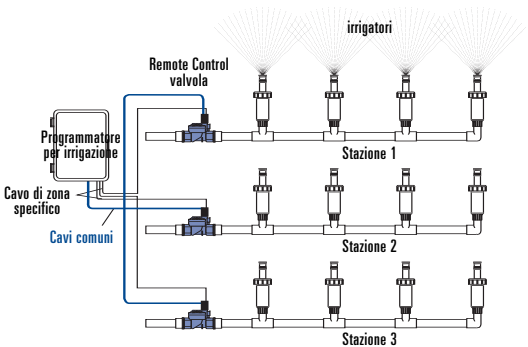

Figura 26: Collegamento dei fili dell'impianto di irrigazione alle valvole
- Collegare i fili in uscita da ciascuna valvola (l'ordine non ha alcuna rilevanza) al filo "comune" dell'impianto di irrigazione (generalmente di colore bianco). [Vedere la Figura 26]